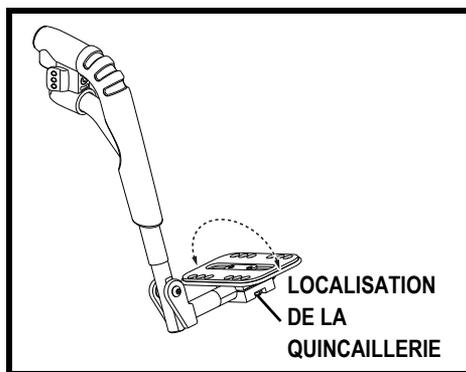

Figure 4. Réglage de l'angle du plateau repose-pied
1. Desserrez la quincaillerie qui se trouve en-dessous du plateau repose-pied. **Voir la figure 4.**
2. Régler le plateau repose-pied à la position désirée. **Voir la figure 4.**